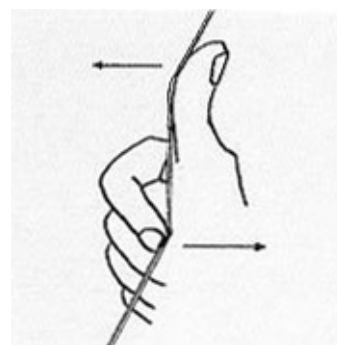

図7
- 弦を替えたばかりですとピッチが安定するまでガット弦は約一週間、ナイロン弦ではそれ以上の時間がかかります。弦は図7のように少しずつ弦を引っぱることによってより早く弦のピッチを安定させることができます。